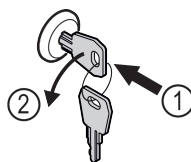

Fig. 159
- ▶ Vstavite ključ. Fig. 159 (1)
- ▶ Ključ obrnite v smeri proti urnim kazalcem za 90°. Fig. 159 (2)